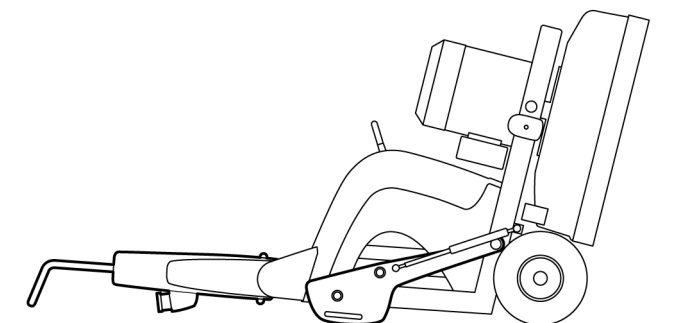

Figura 4-8. Macchina sul pavimento
4. Continuare a ribaltare all'indietro finché l'intera macchina non tocca il pavimento, vedere *Figura 4-8, pagina 17*.